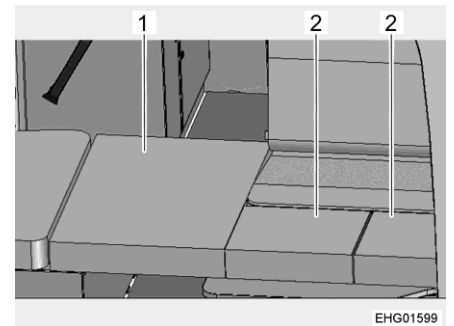

Fig. 108 Después de la transformación
- Colocar el cojín adicional grande (Fig. 108,1) sobre la plancha de soporte en el pasillo.
- Colocar los cojines pequeños adicionales (Fig. 108,2) sobre la mesa.